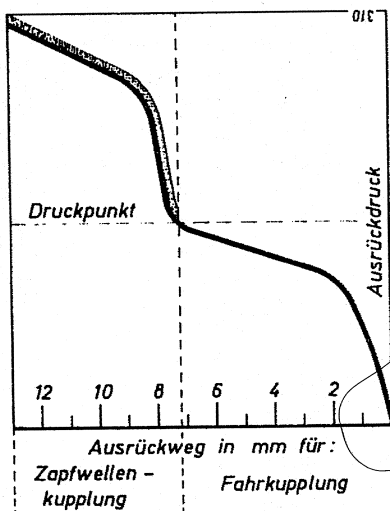

Abb. 58
- b) Der Weg für das Ausrücken von Fahr- oder Zapfwellenkupplung hat sich verlagert. Siehe Abb. 58.